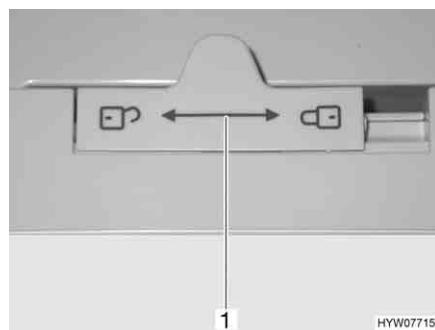

Fig. 151 Bloccaggio della porta del frigorifero (serie Dometic 7)
- Spostare il dispositivo di bloccaggio (Fig. 151,1) verso sinistra "🔓".
- Spostare il dispositivo di bloccaggio (Fig. 151,1) completamente verso destra "🔒".